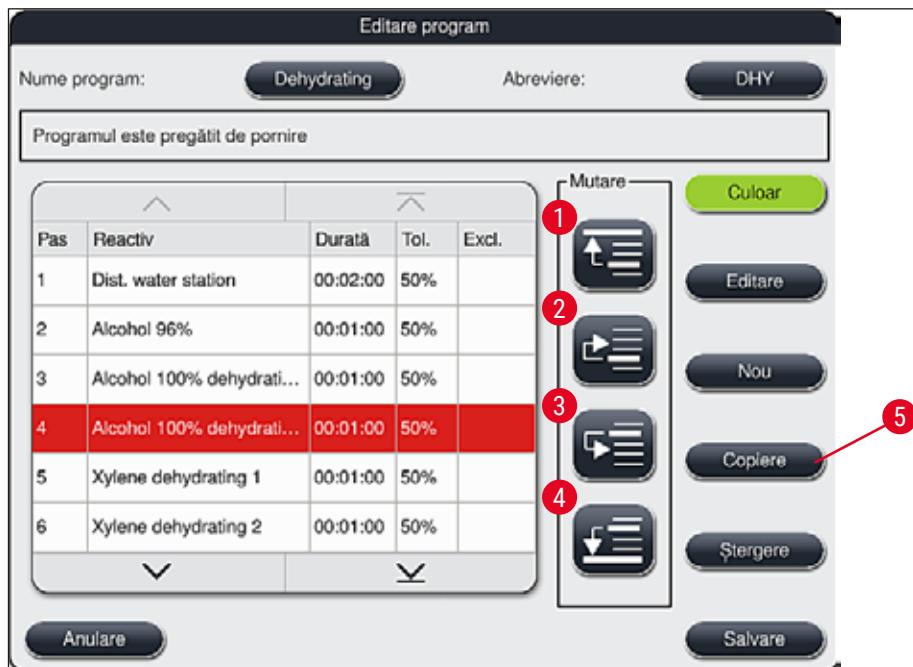

Fig. 49
- Se deschide fereastra **Editare program** (→ "Fig. 49").
- Prin utilizarea butonului **Salvare** (\rightarrow "Fig. 49"), modificările sunt acceptate. Apăsați tasta **Anulare** pentru a renunța la înregistrare.